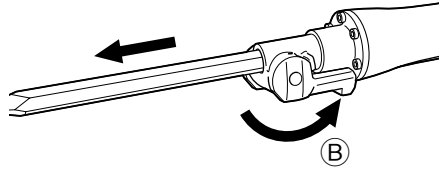

Fig. 6
- (3) Fije el accesorio en su lugar poniendo el retén en la posición **B**. Para comprobar si el accesorio ha quedado adecuadamente montada, tire del mismo (Fig. 6).